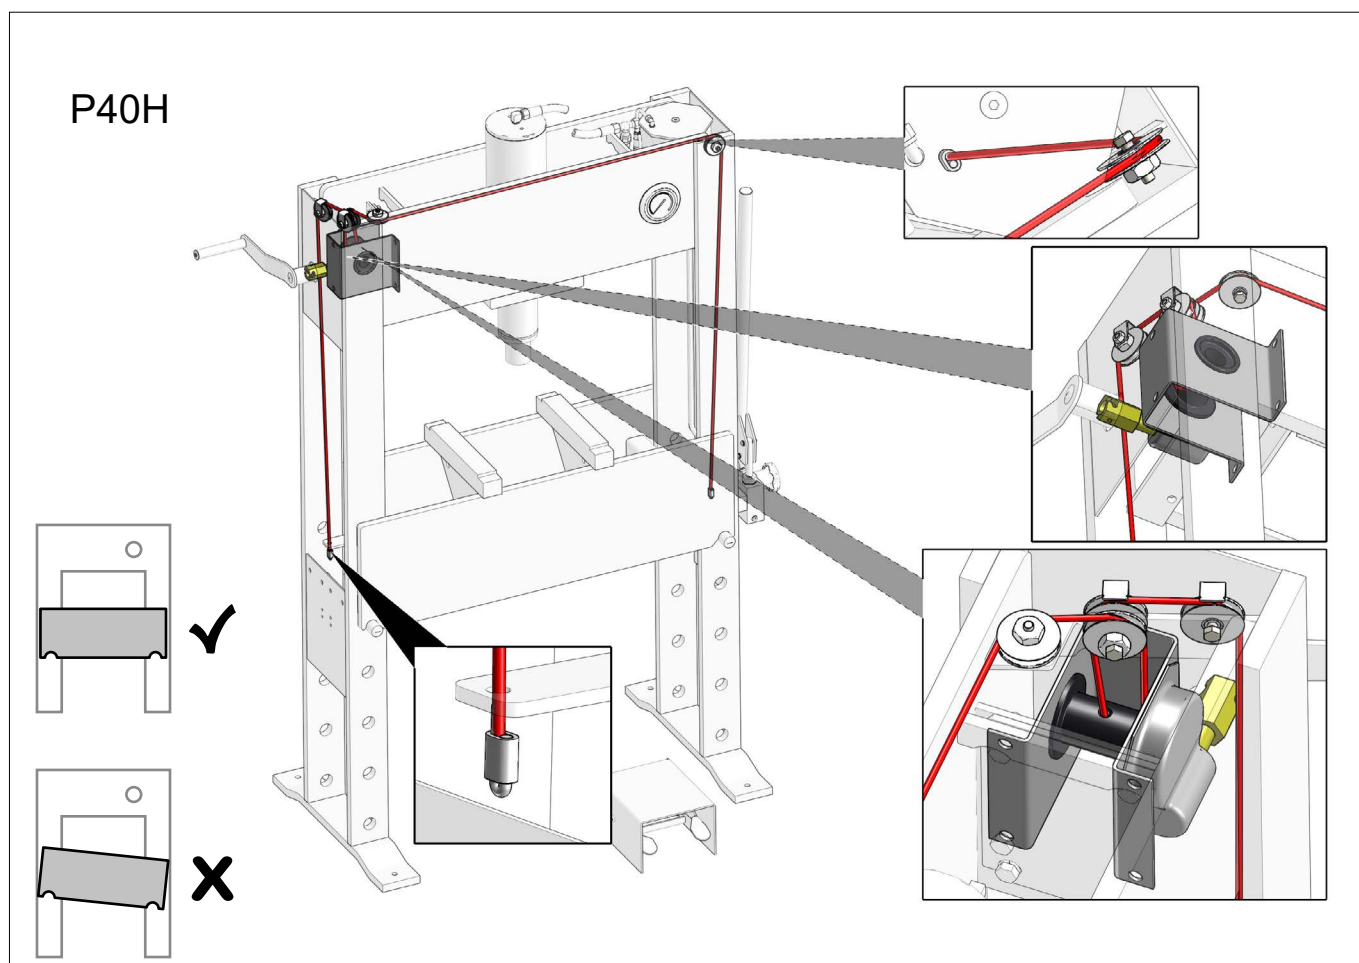
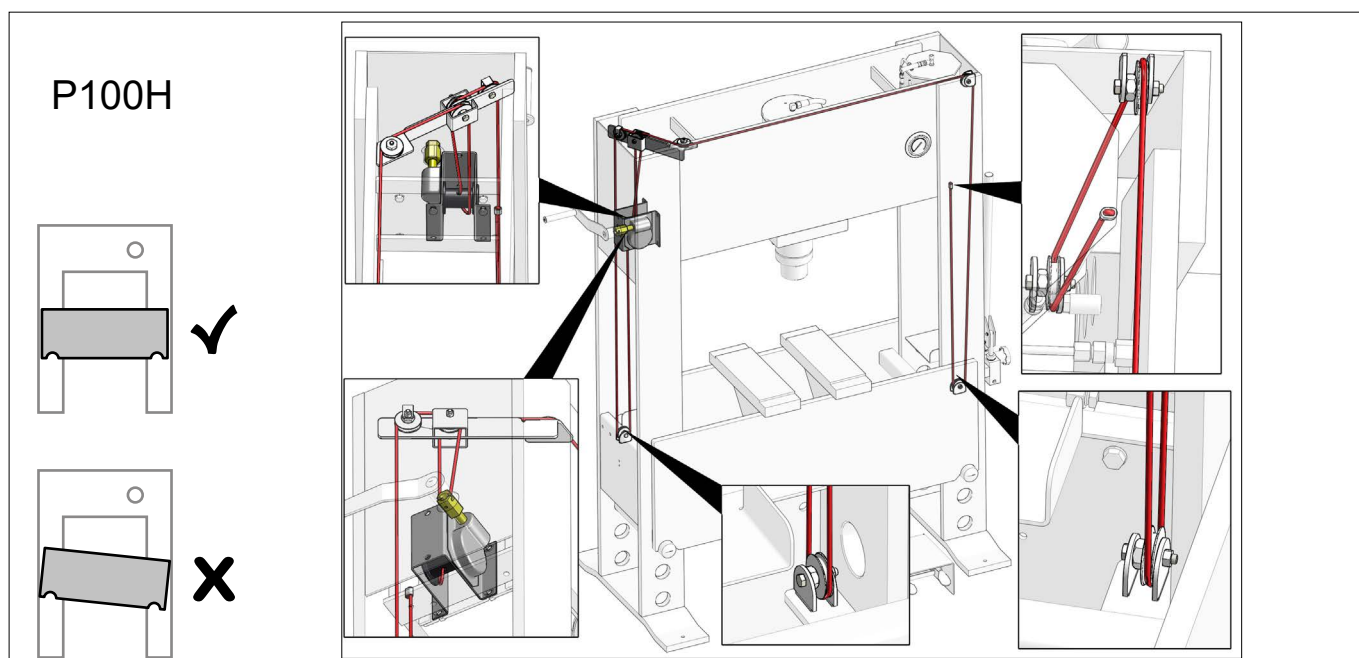

Fig.32
Fig.34
- Spillets wire og wirens fastgørelse (Fig.32) - (Fig.34)
- Winch and wire for wear and tear (Fig.32) - (Fig.34)
- Winde und Draht für Verschleiß (Fig.32) - (Fig.34)
- Treuil et fil pour l'usure (Fig.32) - (Fig.34)
- Vinsch och tråd för slitage (Fig.32) - (Fig.34)
- Vinssi ja lanka kulumista varten (Fig.32) - (Fig.34)
- Lier en draad op slijtage (Fig.32) - (Fig.34)
- Compruebe que el polipasto y su cable no presenten daños (Fig.32) - (Fig.34)
- Лебедка и трос на износ (Fig.32) - (Fig.34)
- Verricello e filo per usura (Fig.32) - (Fig.34)